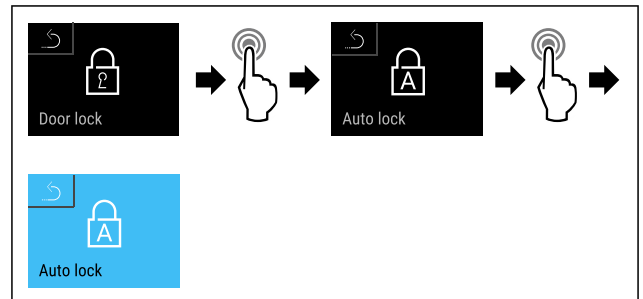

Fig. 80
- Suivre les étapes (voir Fig. 80).